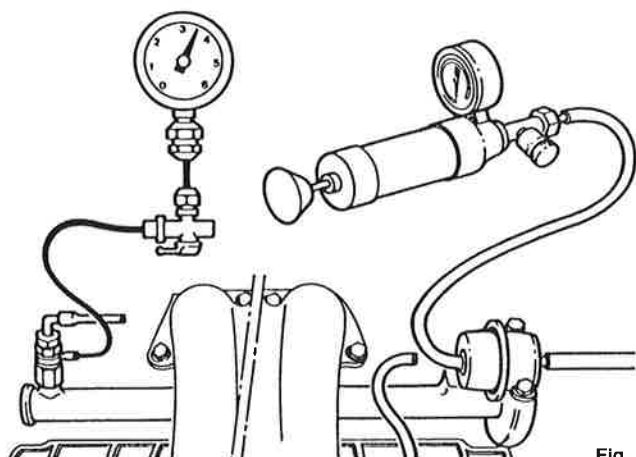

Fig. 5
- Débrancher le raccord de dépression du régulateur (Fig. 5) et raccorder une pompe à vide.